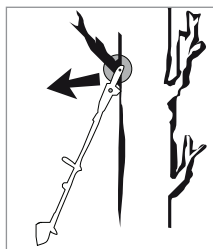

Fig. 2
- Puede producirse un retroceso si la punta de la espada 35 entra en contacto con un objeto o si la madera se arquea y la cadena de la sierra 34 queda atrapada en la sección de corte (consulte la fig. 2).